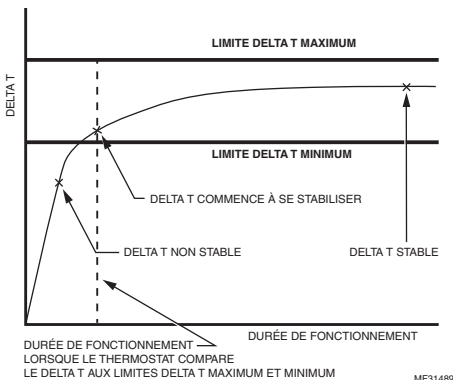

Fig. 7.
2. Dans les systèmes à air pulsé au gaz ou au mazout, le Delta T continuera à s'élever durant plusieurs minutes même après la stabilisation du Delta T. La limite Delta T maximale doit être supérieure au Delta T stable prévu. Voir la Fig. 7.